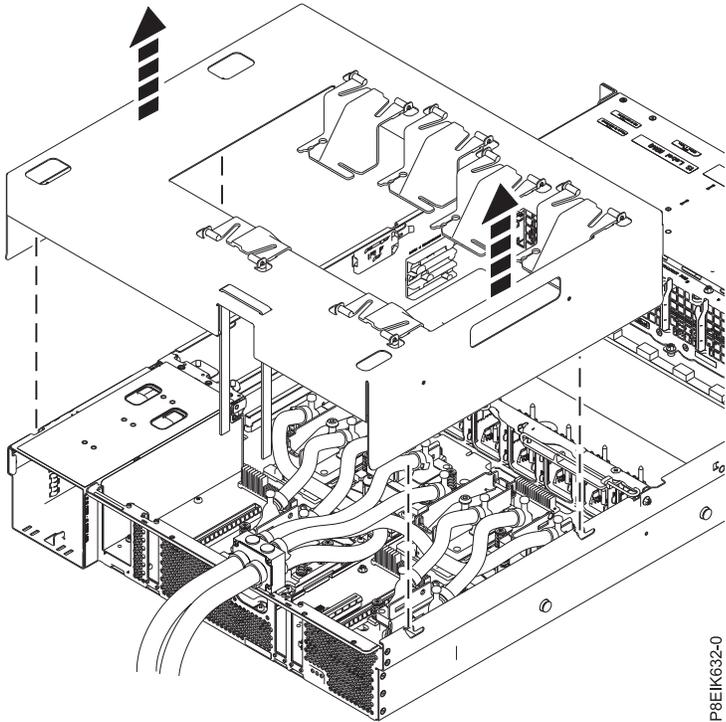

図 42. 冷却プレート取り付けキャリアを持ち上げる
- 冷却プレート取り付けキャリアをシステムから真っすぐ上に持ち上げます (36 ページの図 42 を参照)。